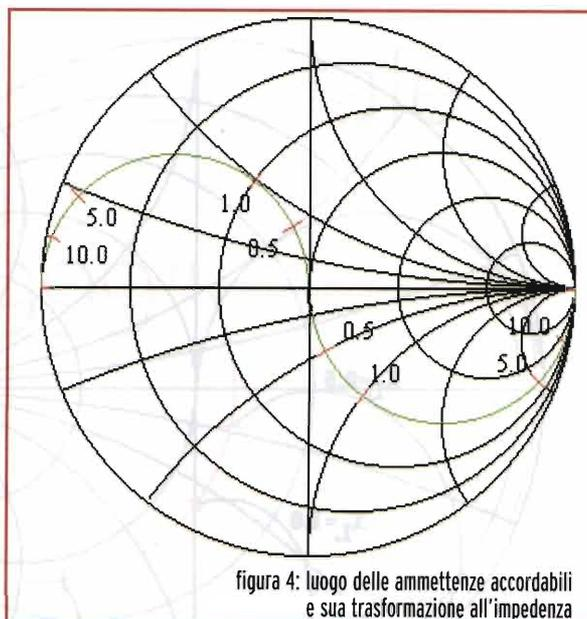

figura 4: luogo delle ammettenze accordabili e sua trasformazione all'impedenza
Passo 4. Accantonato per ora il foglio usato, si traccia su un nuovo foglio trasparente, con le stesse avvertenze di prima, il luogo delle ammettenze accordabili da C1, cioè quelle che, aggiungendo la suscettanza variabile di C1, possono essere riportate al centro della Carta di Smith, che rappresenta l'adattamento d'impedenza. Questo luogo è costituito da un arco del semicerchio negativo ad ammettenza unitaria, limitato dalle suscettanze massima e minima di C1, come evidenziato in figura 4. Anche per C1 valgono le considerazioni già fatte per le capacità massime e minime a proposito di C2.
Una volta scelta ed identificata la curva ottimale, dalla differenza di reattanza tra questa e le trasformazioni del generatore (**figura 4**) si ricava la reattanza normalizzata necessaria x_L , dalla quale si trova l'induttanza necessaria: $L = x_L Z_g / (2\pi f)$
Passo 1. Si trova il luogo delle ammettenze adattabili al carico, come descritto al passo 4 della procedura precedente, quindi si trasforma alle impedenze come descritto al passo 5 (figura 4).